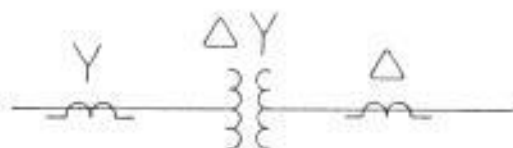

FIG. 10 REGLA DE CONEXION PARA LA PROTECCION DIFERENCIAL
-Aplicar la regla de conexión detallada en la Fig. 10.